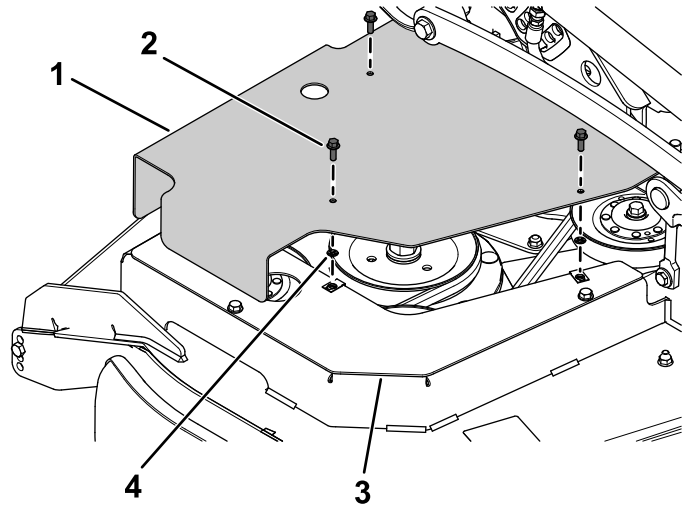

Bild 5
3. Befestigen Sie die rechte Riemenscheibenabdeckung mit drei Bundkopfschrauben ( $\frac{1}{4}$ " x  $\frac{3}{4}$ "") und drei Steckmutter an der rechten Riemenscheibenhalterungsabdeckung (Bild 5).